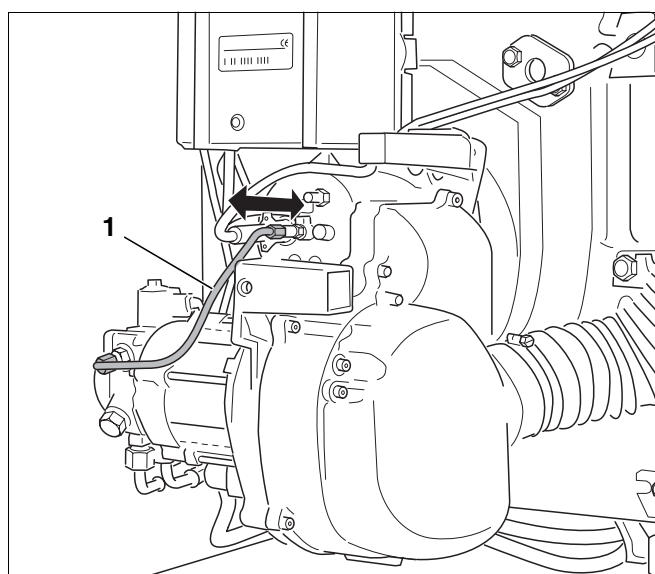

Рис. 38 Проверка правильной установки смесительной системы
- Вынуть шланг подачи топлива (рис. 38, **поз. 1**) примерно на 5 мм.